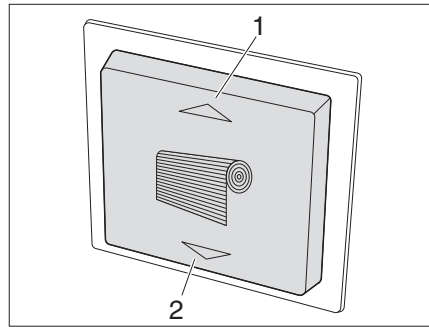
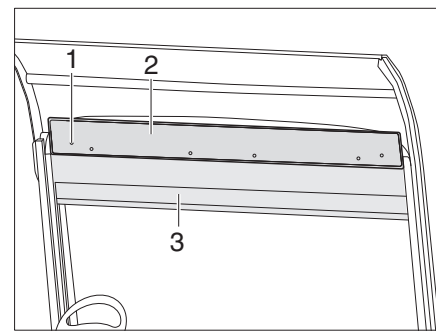

Fig. 77 Interruptor para la persiana
Fig. 79 Persiana con función de emergencia
- Pulsar la tecla (Fig. 77/2). La persiana (Fig. 79/3) para la luna delantera se mueve hacia abajo.
- Pulsar la tecla (Fig. 77/1). La persiana (Fig. 79/3) para la luna delantera se mueve hacia arriba.
- Desenroscar 6 tornillos (Fig. 79/1) en la caja de la persiana y retirar el panel (Fig. 79/2).
- Enganchar la manivela en uno de los dos motores y subir o bajar la persiana (Fig. 79/3).